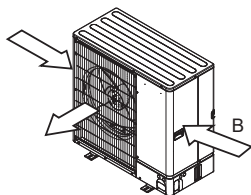

Fig. 2-5
- (3) Posicione a unidade de forma que o ar seja libertado perpendicularmente à direção do vento. (Fig. 2-5)